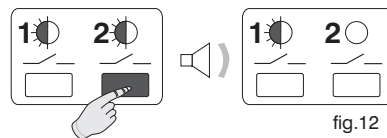

fig.12
- Mantener pulsada la **tecla 2** hasta que se oiga una señal acústica; luego, soltar la tecla. El **LED 2** se apaga y el **canal 2** es independiente del cronotermostato “Master” (fig.12).